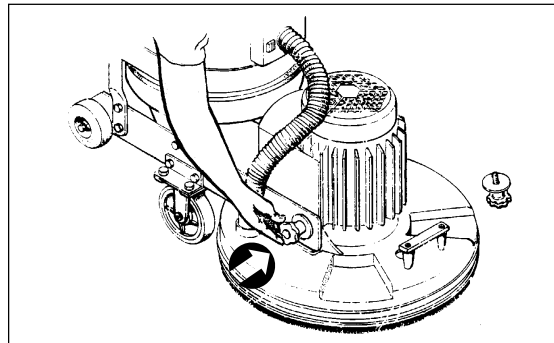

Abbildung 6
3. Montieren Sie die Schleifeinheit am Wagenrahmen, indem Sie die zwei Handnuppen durch den Rahmen an der Schleifeinheit befestigen (siehe Abbildung 6). Verwenden Sie dabei die Exzenter am Wagenrahmen, um die Schleifeinheit ordnungsgemäß am Wagenrahmen auszurichten. Richten Sie die Haken auf den Distanzscheiben mit denjenigen auf dem Rahmen aus: eines rechts, zwei links.